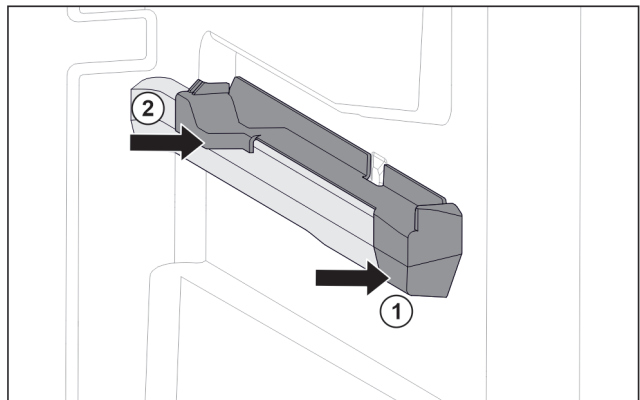

Fig. 72 Aufsteckteil auf der rechten Behälterrippe
- Aufsteckteil vorne an Behälterrippe ansetzen. Fig. 72 (1)
- Aufsteckteil hinten andrücken. Fig. 72 (2)